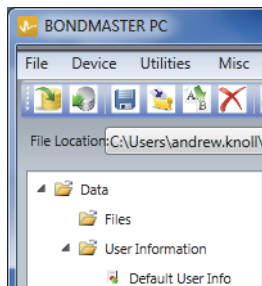
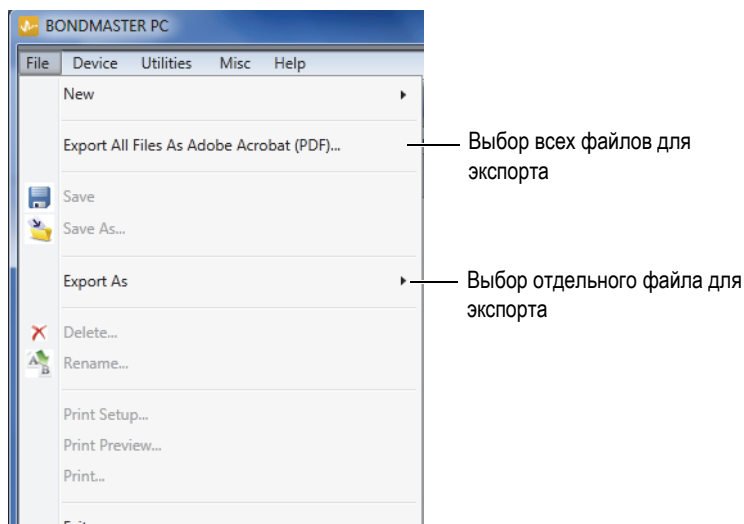

Рис. 7-9 Файлы на левой панели окна BondMaster PC
Рис. 7-10 Меню File (Файл)
- ◆ На левой панели окна BondMaster PC выберите файл (см. Рис. 7-9 на стр. 193), затем выберите **Export As > PDF** [Экспортировать как > PDF] (см. Рис. 7-10 на стр. 193).
- ◆ В меню **File** (Файл) BondMaster PC выберите команду **Export All Files As Adobe Acrobat (PDF)** [см. Рис. 7-10 на стр. 193].